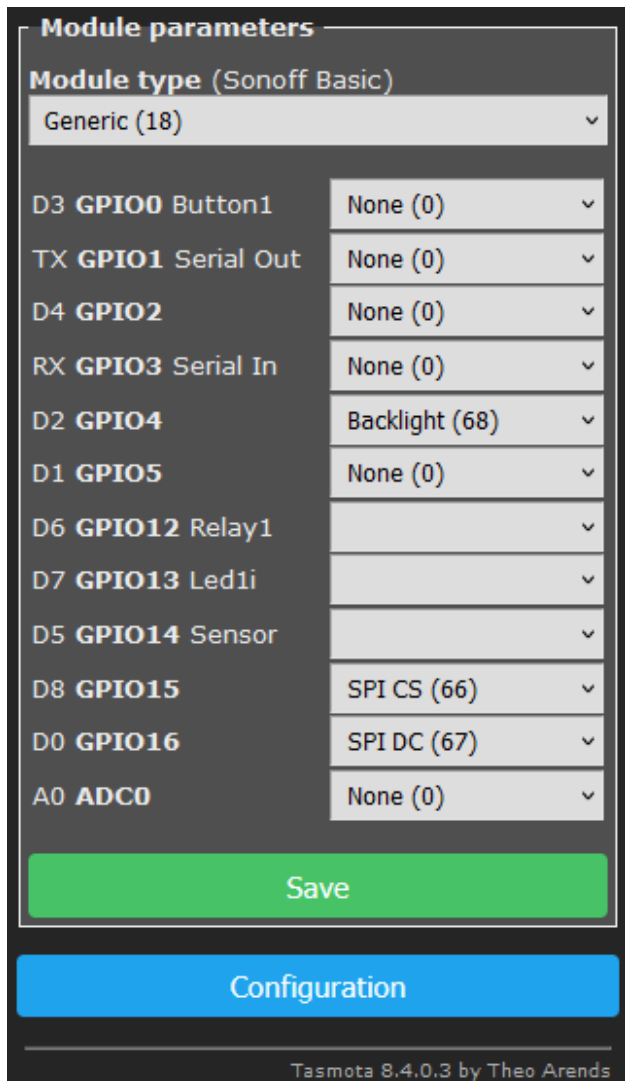

Bild: 01
und dann auf „Gerät einrichten“. Als Gerätetyp ist „Generic (18)“ zu wählen. Siehe: Bild 01